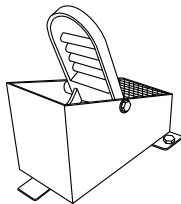

Abbildung 10. Fußpedal zur Steuerung der Trennscheibendrehzahl
3. Rechtes Fußpedal (Abbildung 10) steuert die Drehzahl der Trennscheiben und des Motors. Die Position des Fußpedals bestimmt die Klinge Drehzahl der Trennschei- ben. Eine langsame Drehzahl der Trennscheiben wird durch leichtes Drücken des Pedals erreicht. Die maxima- le Drehzahl der Trennscheiben wird durch vollständiges Drücken des Pedals erreicht.